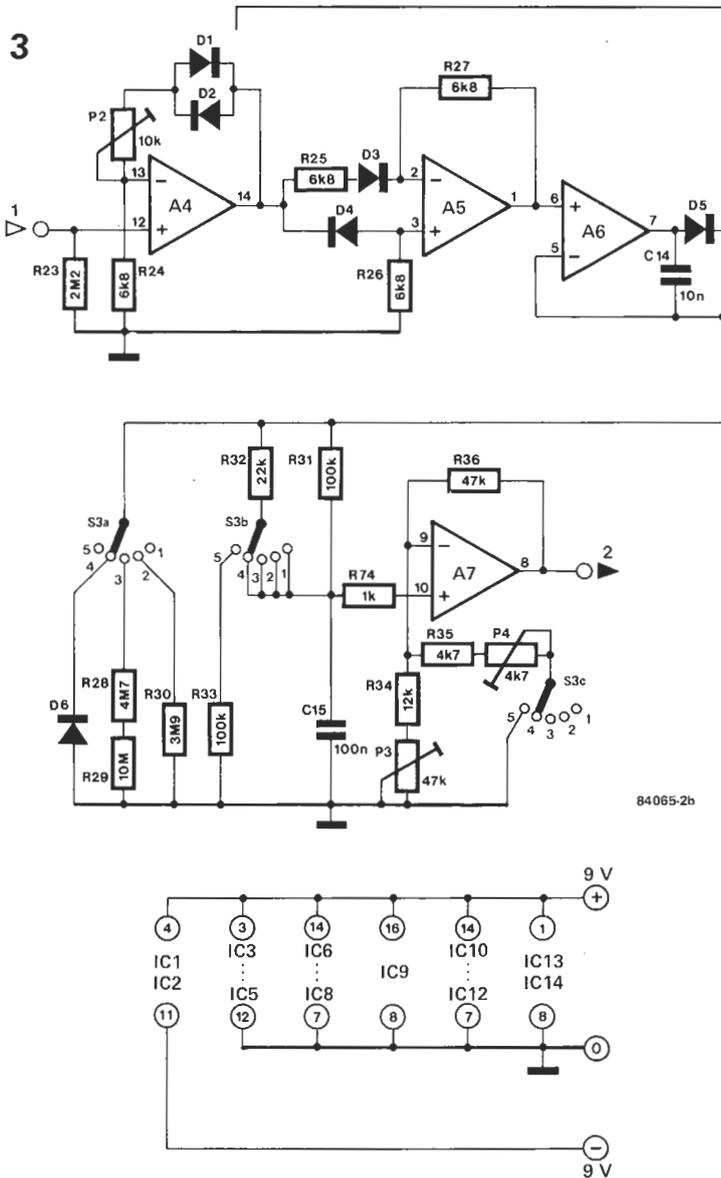

Figura 3. Etapas de: rectificación de onda completa, ajuste de ganancia y carga de pico.
la electrónica está más o menos obligado a hacer que los LEDs parpadeen. Sólo en estas condiciones podrá asegurar que su diseño será el «centro de atención». No es difícil cumplir esta condición, pero hay una serie de requisitos básicos necesarios. En su forma más simple la electrónica necesaria consiste en un oscilador para los tiempos de intermitencia, un divisor y un amplificador para los LEDs. En la figura 3 mostramos algunas sugerencias.
Llegamos ahora al funcionamiento de los LEDs. Como el contador decimal de la figura 3 es incapaz de controlar directamente los LEDs, hace falta dotar a cada una de las salidas de un transistor. La figura 3d da el modelo más simple. Cada transistor es capaz de conducir numerosos LEDs conectados en serie. El valor de la resistencia serie (R_x) se calcula de la siguiente manera: reste la tensión total que cae en los LEDs de la tensión de alimentación y divida el resultado por la corriente que admiten los LEDs. Traducido en una fórmula, se obtiene:
Figura 3. Control de los LEDs. Las figuras a y b son dos variantes para el oscilador. La salida (CL) va al contador de décadas de la figura c. Cada una de las salidas (0...9), que pueden ser seguidas por una etapa de transistor (d ó e), conducen uno o más LEDs.